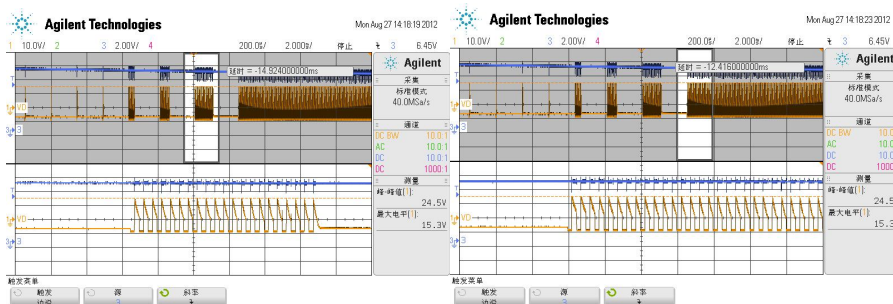

图 16 保护的临界状态
- (1) 瞬时短路，在短路盲区检测完以后，短路信号仍然存在，但是其存在时间较短，则电路保护过程如下：盲区检测时间以后电路立即进入短路保护状态，缓慢关断输出驱动信号，同时发出故障信号，当过流信号撤除后则即恢复正常，保护信号撤销。
- (2) 短时间短路，同上述基本类似，只会死过流信号持续时间相对前一种长些，过程一致。以上两种情况都是属于短时间短路现象，前一种一般为干扰导致，解决方法首先优化线路布线，减少干扰源，其次可以人为的调节盲区检测时间，将盲区检测时间延长，忽略干扰。第二种短时间短路，大多情况可能出现在过流情况下，当 IGBT 出现过流时， $V_{ce}$  电压正好检测达到保护门槛电平，触发保护，但一经保护此过流信号又撤销，所以有恢复正常工作，工作后 IGBT 开启又检测到过流信号，重新保护，所以就容易出现保护与退保护的跳变状态，且长时间工作在此种状态时也会触发 1.4ms 打嗝模式，如图 16。此现象是由于过流检测信号处于临界门槛状态所致，所以在应用过程中应尽量避免此种现象出现。